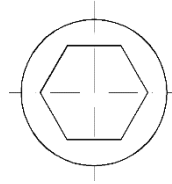

Рис. 6.20. Ескіз прикладу 6.3
2. Накреслити пластину 150x150 та вставити в його центр блок елементів кріплення з діаметром 50 кутом 0, чотири блоки діаметром 25 кутом 0 на відстані 70 (рис.6.20) із застосуванням блоку **SCREW** та команди **MINsert**.
Відкрити файл **SCREW**. Змінити тип гвинта в кресленнику **SCREW** на шестигранний згідно рис. 6.20 (діагональ шестикутника – 30).